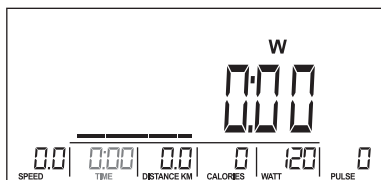

Fig. 21
3. Use la perilla para establecer el valor de TIEMPO (Fig. 21).